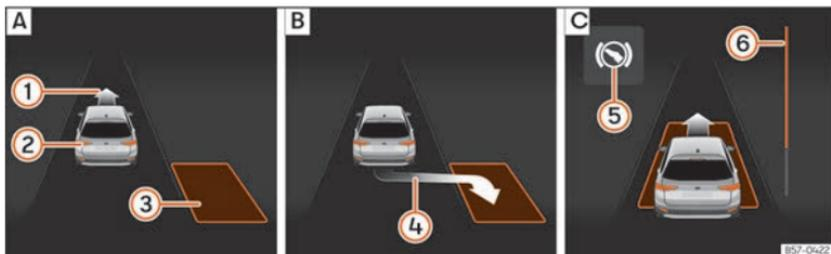
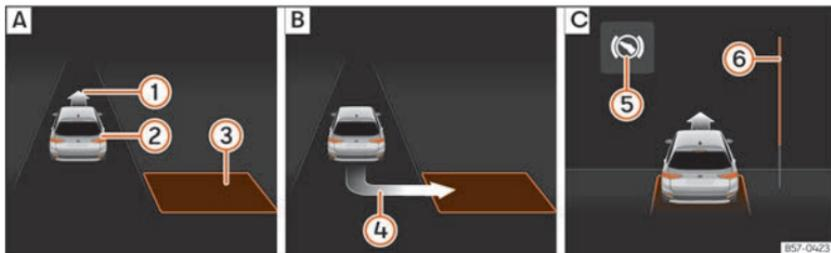

Fig. 126 En la pantalla del del cuadro de instrumentos: aparcar en línea. **A**: Buscar un hueco de aparcamiento. **B**: Posición para aparcar. **C**: Maniobrar.
Fig. 127 En la pantalla del del cuadro de instrumentos: aparcar en batería. **A**: Buscar un hueco de aparcamiento. **B**: Posición para aparcar. **C**: Maniobrar.
posición correcta para aparcar >>> fig. 126 **B** o >>> fig. 127 **B**. El hueco habrá sido considerado "apropiado" si en la pantalla del cuadro de instrumentos aparece la indicación de aparcar **④**.
• Retroceda hasta que suene la señal continua del ParkPilot; **O BIEN:** retroceda hasta que en la pantalla del cuadro de instrumentos aparezca la indicación de dar marcha adelante >>> fig. 126 [C] o >>> fig. 127 [C]; **O BIEN:** retroceda hasta que en la pantalla del cuadro de instrumentos aparezca el mensaje **Park Assist finalizado**. La barra de progreso [6] indica la distancia que hay que recorrer.
• Dé marcha adelante hasta que suene la señal continua del ParkPilot; **O BIEN:** dé marcha adelante hasta que en la pantalla del cuadro de instrumentos aparezca la indicación de dar marcha atrás. El sistema de aparcamiento asistido dirige el vehículo marcha adelante y marcha atrás hasta centrarlo en el hueco >>> fig. 126 [C] o >>> fig. 127 [C].
La barra de progreso >>> fig. 126 [6] y >>> fig. 127 [6] muestra simbólicamente en la pantalla del cuadro de instrumentos la distancia relativa que aún queda por recorrer. Cuanto mayor es la distancia, más llena está la barra de progreso. Al circular marcha adelante, el contenido de la barra de progreso disminuye hacia arriba, y al circular marcha atrás, disminuye hacia abajo.